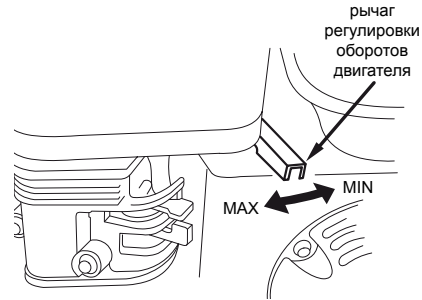

Рис. 12
8.7.9. Перевести рычаг регулировки оборотов двигателя на 1/3 хода в сторону положения «МАХ» (см. рис. 12).